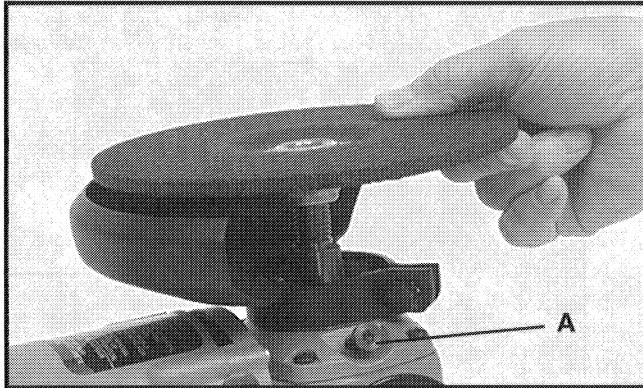

Fig. 6
5. Serrez la meule en appuyant sur la cheville de blocage d'axe (A) Fig. 6 et en tenant l'outil d'une main, tout en tournant la meule en sens horaire de l'autre main. Serrez à la main fermement.
Utilisez une meule à centre affaissé et un protecteur de sécurité (voir Fig. 6). Le protecteur doit être positionné de manière à ce que les éclats ou les morceaux projetés par une meule qui pourrait accidentellement se briser soient défléchis en direction opposée à l'opérateur. Posez la poignée auxiliaire d'un côté comme de l'autre du carter d'engrenages. Saisissez fermement les poignées auxiliaire et arrière. Soulevez la poignée arrière de manière à ce que seul le secteur avant de la meule soit en contact avec l'ouvrage avant de mettre le moteur en marche ou à l'arrêt. Lorsque la rectifieuse n'est pas utilisée, remettez-la en place sur son support et sur la poignée arrière. Pour la pose de la meule à centre affaissé, reportez-vous à la POSE DE LA MEULE À CENTRE AFFAISSE.